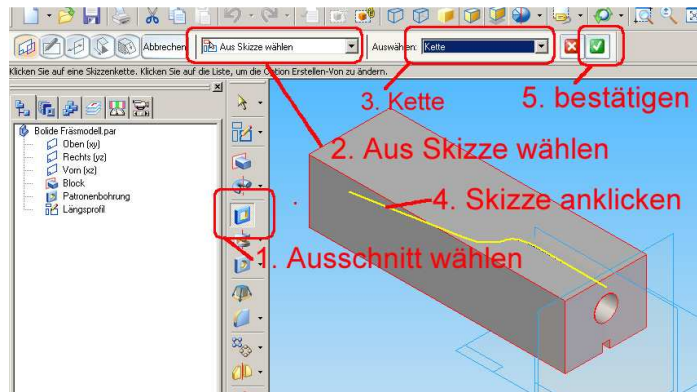

Abb. 26 Ausschnitt aus einer Skizze herstellen
1. In der Formatierungsleiste auf **Ausschnitt** klicken. (Abb. 26)